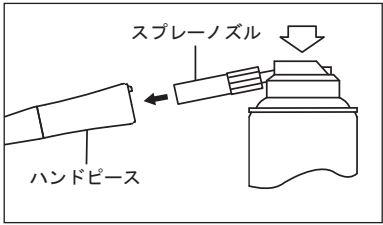

図7
- 3) スプレーノズルをハンドピース後部へ挿し込み、ハンドピースを押さえて、ハンドピース先端よりオイルが出るまで2秒以上スプレーします。注油は先端から異物等の汚れが出なくなるまで繰り返し行います(図7)。
- 3) 最後に、パナスブレープラス(図7)による注油を行います。